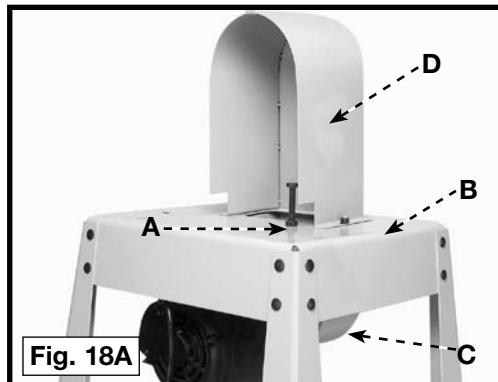

Fig. 18A
NOTA: La ilustración en Fig. 18A muestra el soporte sin la sierra de cinta para la claridad.
Inserte pinchada del enchufe del motor (A) Fig. 18A , en el receptáculo (B) de la cuerda del interruptor.